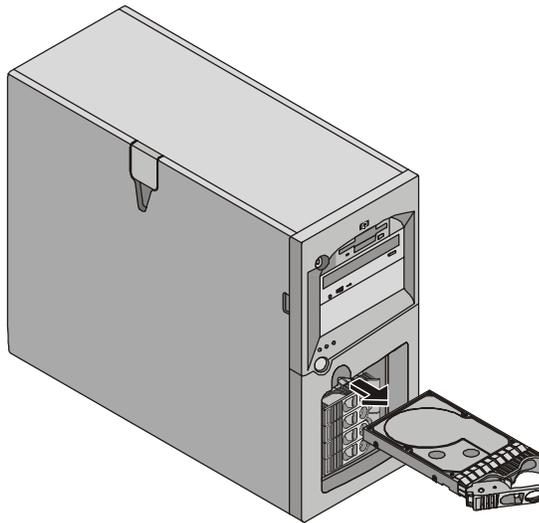

Figure 3-12. Retrait d'un lecteur de disque dur à remplacement à chaud
4. Soutenez la base du lecteur tout en le tirant lentement droit vers vous. Évitez toute chute du lecteur. Voir Figure 3-12.